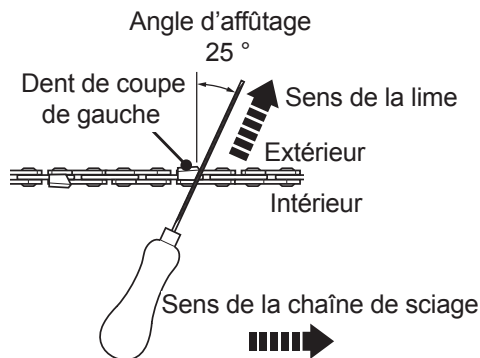

Fig. 48
5. Limez perpendiculairement au guide-chaîne, et à un angle de 25° dans le sens de déplacement de la chaîne (Fig. 48).